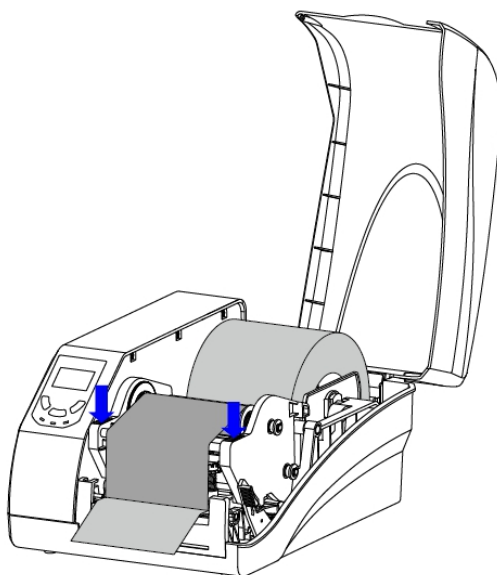

Рисунок 2-13 Нажмите вниз, чтобы закрыть модуль печатающей головки
6. Нажмите на модуль печатающей головки вниз до щелчка, как показано на рис. 2-13.